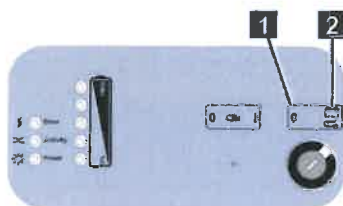

Abb. 224
- Schlüsselschalter auf [0] (Abb.224/1) (wenn die Akkus über eine längere Zeit geladen werden sollen, muss der Schlüsselschalter auf [0] stehen. Der Ladevorgang wird automatisch beendet wenn die Akkus vollständig geladen sind.)
- Schlüsselschalter auf [Akkubetrieb /Netzbetrieb] (Abb.224/2) (Akkus werden während des Akkubetriebes dauerhaft geladen)
- Schlüsselschalter auf [Akkubetrieb /Netzbetrieb] (Abb.224/2) (Akkus werden während des Netzbetriebes teilweise geladen. Sobald keine Funktion mehr angesteuert wird, beginnt die Ladung nach ca.10 Minuten. Wird eine Funktion während des Ladens angesteuert, unterbricht die Steuerung die Ladung für ca.10 Minuten.)